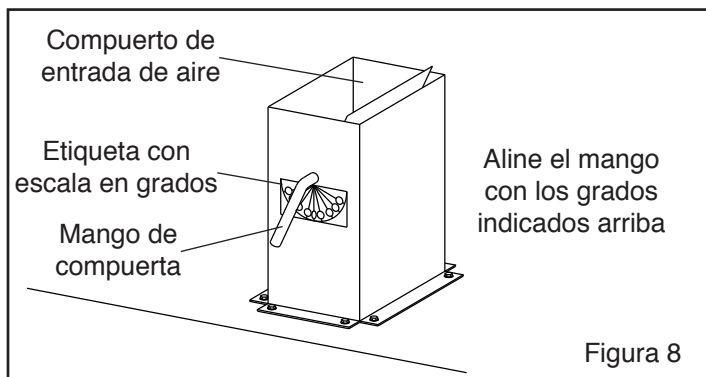

Figura 8
2.6 Compuerta de entrada de aire de la cabina; refiérase a la Figura 8